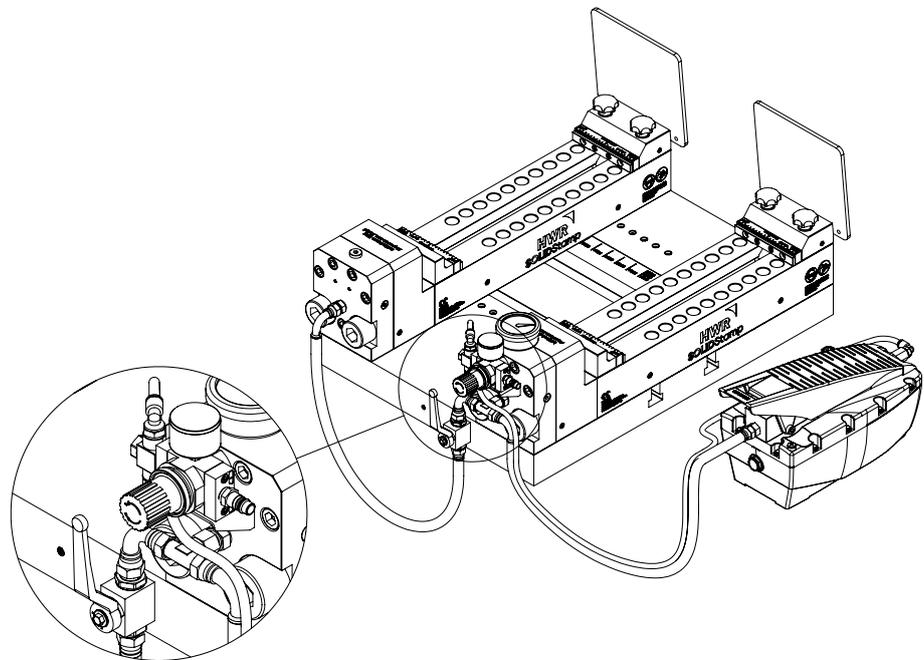

Abb. 3-3: Installation Hydraulik-Schläuche
- Schritt 4** Verbinden Sie die vormontierten Hydraulik-Schläuche, wie in der Abbildung 3-3 dargestellt.